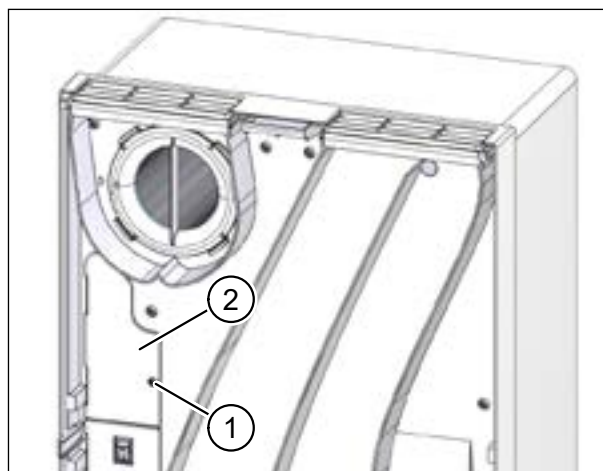

Рис. 35: Крышка блока электроники
- ▶ При помощи отвертки ослабьте Торх-винт (поз. 1 на рис. 35) на крышке блока электроники (поз. 2 на рис. 35).